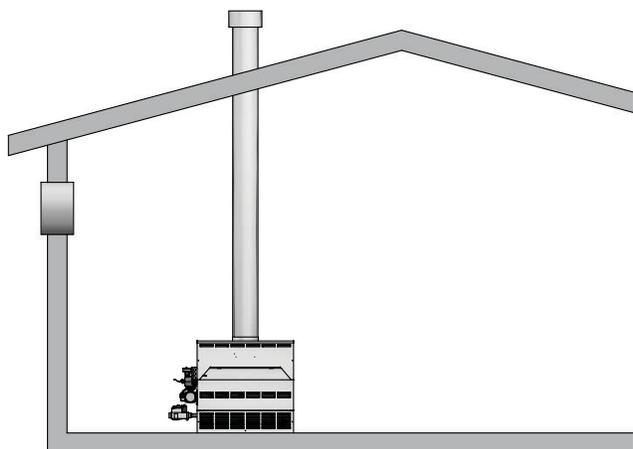

Figure 1 - 6 Air de combustion provenant de l'extérieur, ouverture simple
- Si une ouverture d'air de combustion unique est utilisée pour amener l'air de combustion directement depuis l'extérieur, l'ouverture doit être prévue sur base d'une surface libre minimum de 7 Cm carrés par kW (1 po² pour chaque tranche de 3 000 Btu/h). Cette ouverture doit être située à 30 Cm (12 po) maximum du haut de l'enceinte (voir FIG. 1 - 6).